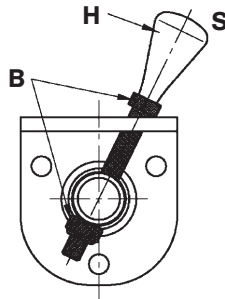

Abb. 3b
(siehe Abb. 3b)
**Wird der Anhängenbock nach ECE 55 / Klasse T betrieben, müssen die beiden Sicherungsbolzen mit je einer Schraube (B Bild 3b) verschraubt gesichert sein!**